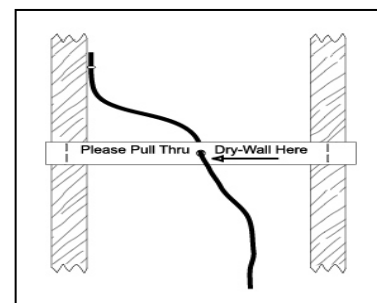

Figura 3
2. En el momento de realizar el pre-cableado, deje 4 a 6 pies de cable en la ubicación deseada de bocina. Utilice una tira de cartón grapada a las uniones/columnas con un orificio a través de ésta, como un soporte de cable para los instaladores de paredes (ver la **Figura 3**).